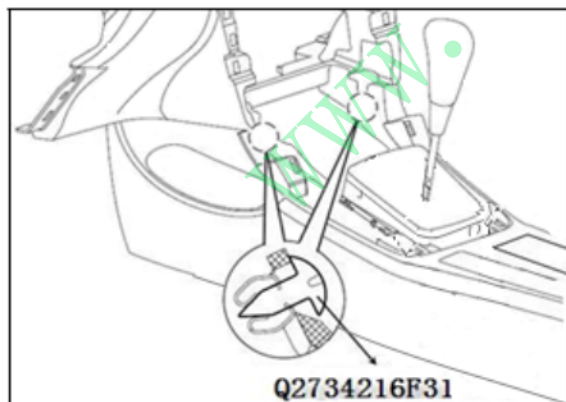

图4.2.6.2 副仪表板固定螺钉的拆卸
3、慢慢将副仪表板本体总成向车后方向移动适当距离,使副仪表板前端与仪表板配合处松开。如图4.2.6.3所示;